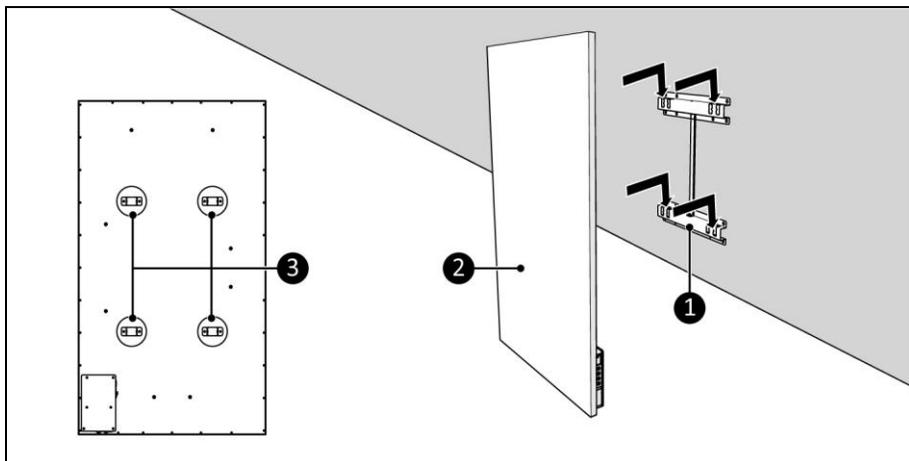

Figure 9
5. Placez les supports de l'appareil (figure 9, pos. 3) sur le support mural (figure 9, pos. 1).
6. Glissez l'appareil (figure 9, pos. 2) dans les ouvertures du support mural (figure 9, pos. 1).